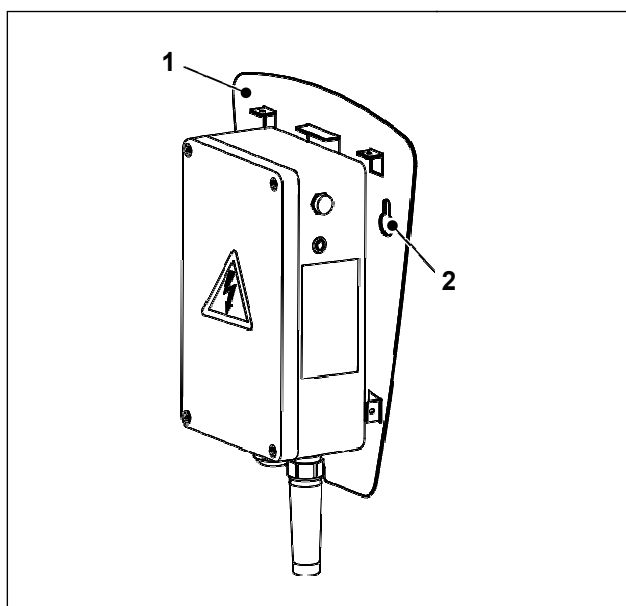
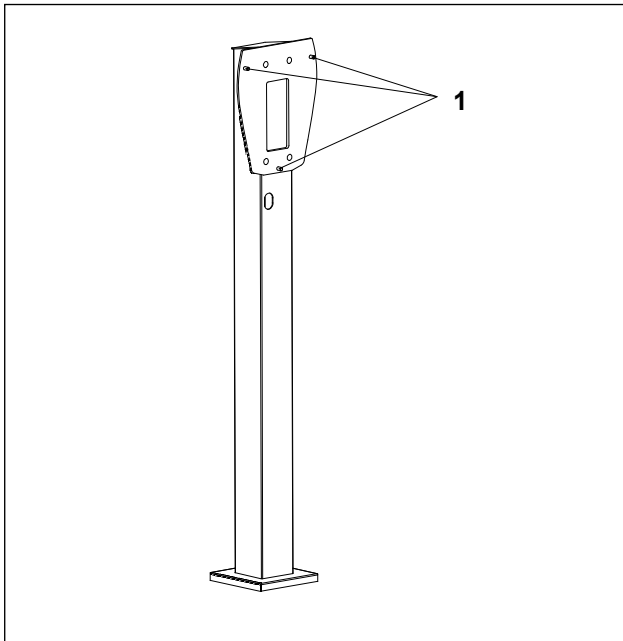

Fig. 2 EVC-W1-ECO5M Wallbox, placa de atornillado
Fig. 3 Columna con tres puntos de atornillado
4. Enganchar la placa de atornillado (fig. 2/1) del EVC-W1-ECO5M Wallbox en los dos tornillos de fijación (orificios alargados fig. 2/2).
1. Enganchar la placa de atornillado del EVC-W1-ECO5M Wallbox (fig. 2/1) en los tres pernos de soporte de la columna (fig. 3/1).
2. Enroscar las tres tuercas (juego de piezas sueltas de la columna) en los pernos de soporte (fig. 3/1) y apretar (aprox. 12 Nm).